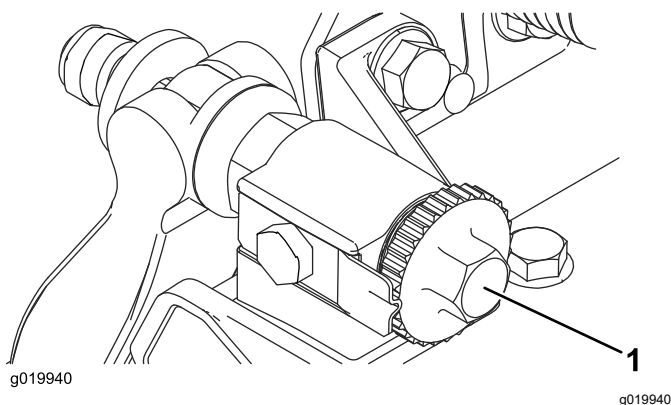

Рисунок 7
- A. Поворачивайте регулировочные винты планки неподвижного ножа по часовой стрелке (**Рисунок 7**) по одному щелчку за один раз до тех пор, пока не почувствуете или не услышите легкий контакт.